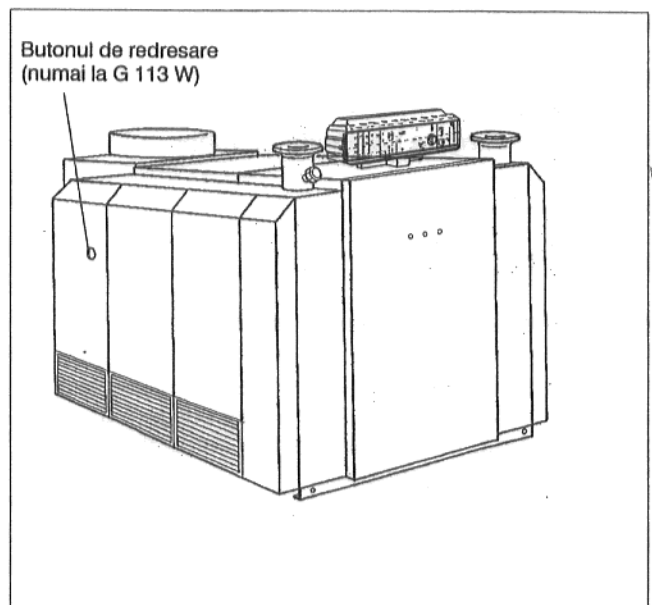

Fig. 4
- Se acționează butonul de redresare (Fig. 4).